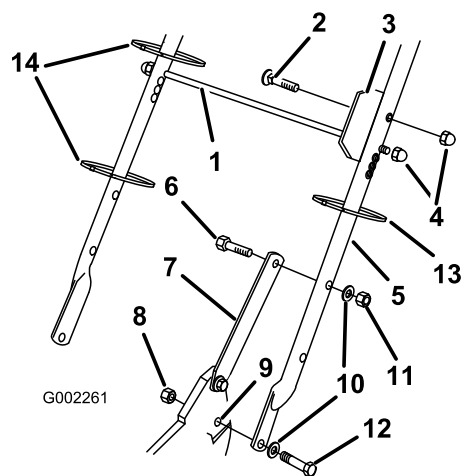

Figure 3
1. Montez le guidon à l'extérieur du carter de tondeuse (en vous servant du trou inférieur) avec 2 boulons (5/16 x 1-1/4 pouces), rondelles et contre-écrous minces (5/16 pouce) (Figure 3).
2. Fixez les pattes de verrouillage au guidon avec 2 boulons (5/16 x 1-1/2 pouces), rondelles et contre-écrous (5/16 pouce) (Figure 3).
3. Insérez le boulon dans la plaque d'alignement du bac et le second trou supérieur à gauche du guidon puis fixez-le avec un contre-écrou borgne (Figure 3).
4. Insérez la tige de support du bac à herbe dans le troisième des trous supérieurs dans le guidon, et serrez un contre-écrou borgne à chaque extrémité (Figure 3).
5. Utilisez les serre-câbles fournis pour attacher les câbles de commande au guidon (Figure 3).